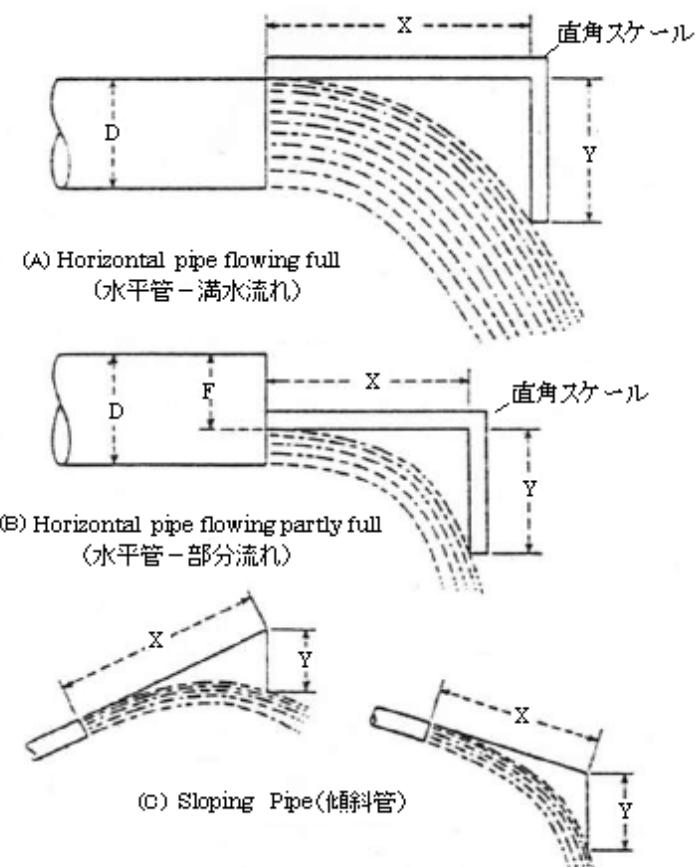

FIG. 4-6—Coordinate Measurement of Discharge from Open-End Pipe.
タイプ② 水平ないし傾斜付き開放管からの満水流れ放出 【Fig.4-6(A)(C)参照】
タイプ③ 水平ないし傾斜付き開放管からの部分流れ放出 【Fig.4-6(B)参照】
(2) タイプ①の放出流量の推定は以下の式による。
(3) タイプ②とタイプ③の放出流量は次式による。
X,Y,FについてはFig.4-6参照のこと。水平管のX,Y寸法は直角スケールで測るイメージで。